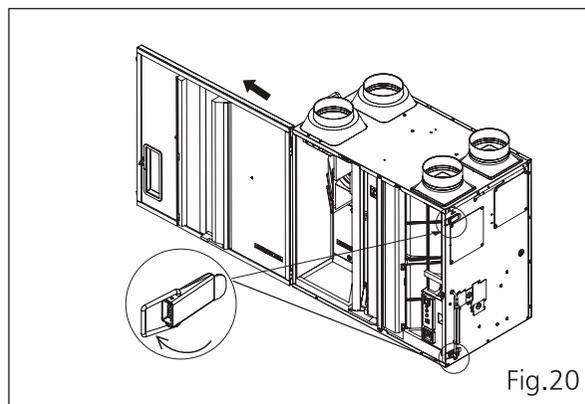

Fig.20
La méthode de retrait et d'installation du filtre AA est décrite aux pages 20 (Fig. 20) et 21 (Fig. 22 et 23).
1. Ouvrez le couvercle du boîtier en déverrouillant les verrous. (Fig. 20)